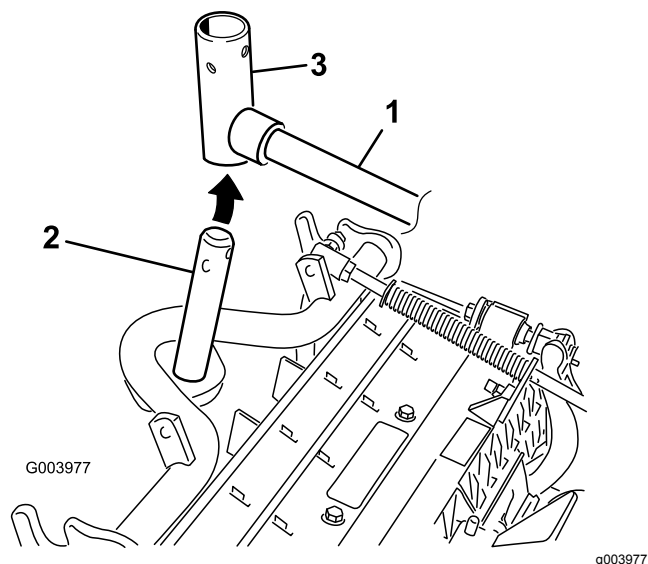

Figure 11
8. Pour les unités de coupe avant, poussez une unité de coupe sous le bras de levage tout en insérant l'arbre du bâti porteur dans la chape de pivot du bras de levage (Figure 11).
- B. Insérez la chape du bras de levage sur l'arbre du bâti porteur (Figure 11).